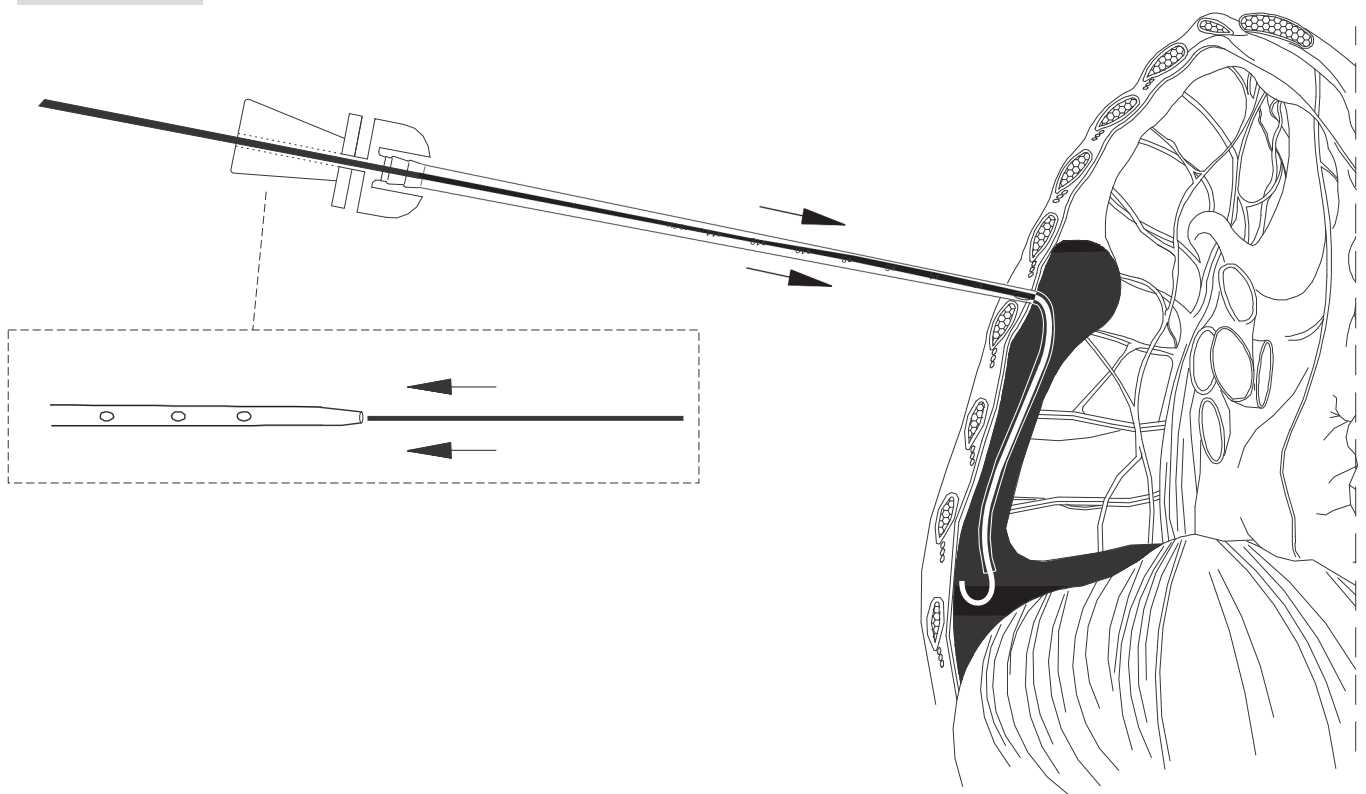

Fig. 5
8. Убедившись, что катетер правильно установлен, вытащите проволочный проводник и зажмите катетер на его конце (рис. 5).
ПРИМЕЧАНИЕ: выбор того, какое винтовое соединение использовать для шприца, а какое для мешка, делается врачом, который принимает решение на основании простоты использования. Оттяните поршень шприца (Рис. 5а): начнется аспирация жидкости из плевральной полости в шприц. При надавливании на поршень жидкость автоматически поступит в дренажный мешок (Рис. 5б). Поочередно оттягивая поршень и надавливая на него, вы произведете удаление жидкости, которая поступит в мешок.